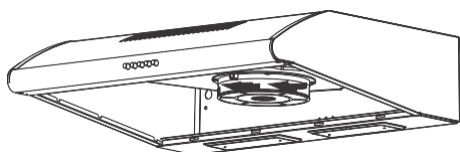

Fig. 9: FILTRO DE CARBONO
- 1- Coloque o filtro de carbono no seu alojamento (Fig. 9).
- 2- Rode o filtro de carbono no sentido dos ponteiros do relógio, assegure-se de que fica bem fixo. (Fig. 9).